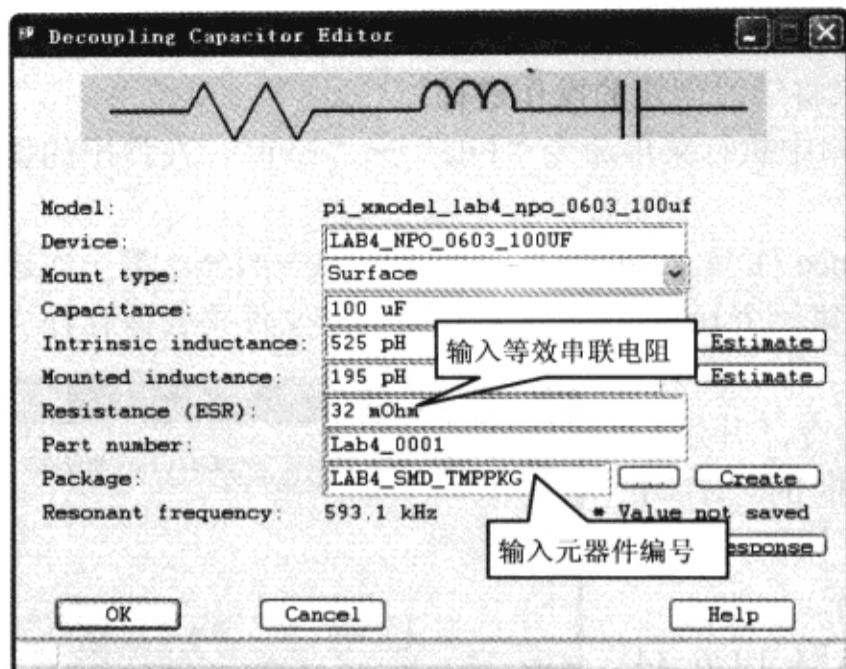

图 10-6-30 输入等效串联电阻和元器件编号
(8) 在“Resistance (ESR)”栏中输入“32mOhm”，在“Part Number”栏中输入“Lab4\_0001”，如图 10-6-30 所示。